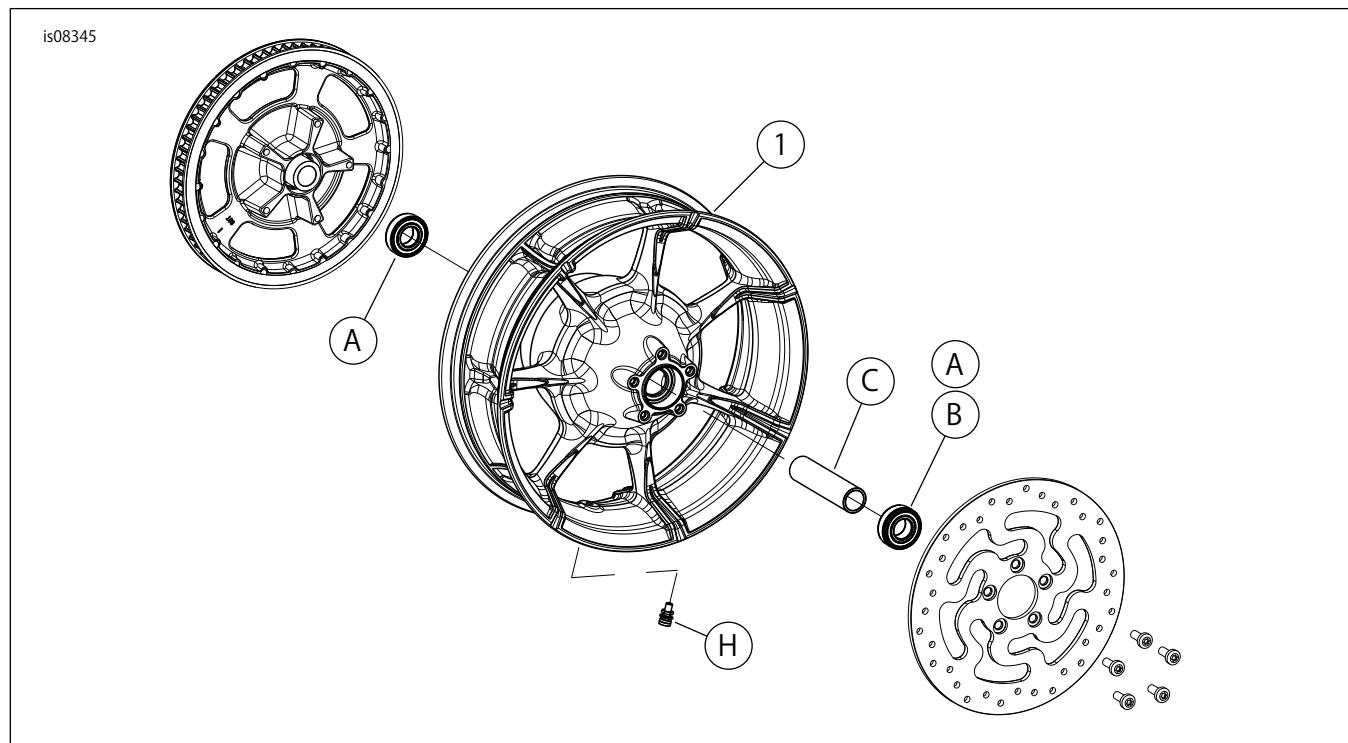

図1。交換用パーツ: REAR SLICER WHEELS (リアスライサーホイール)
「図1」および「交換用パーツ表」を参照してください。
2. 「図1」を参照してください。バルブシステムアッセンブリー(H)をホイールに取り付けます。サービスマニュアルを参照してください。